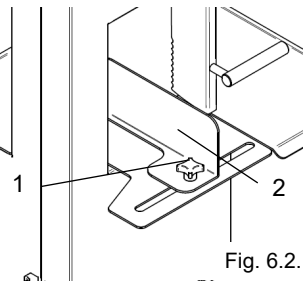

Fig. 6.2.1
6.2 - Réglages préliminaires (fig. 6.2.1)